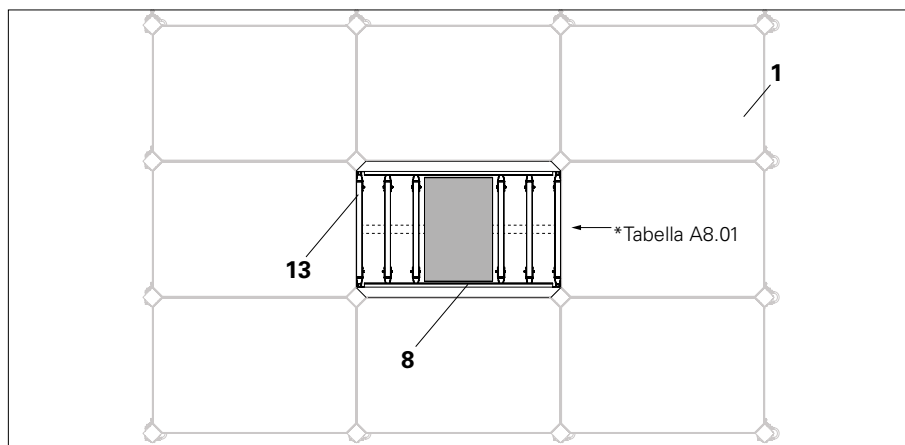
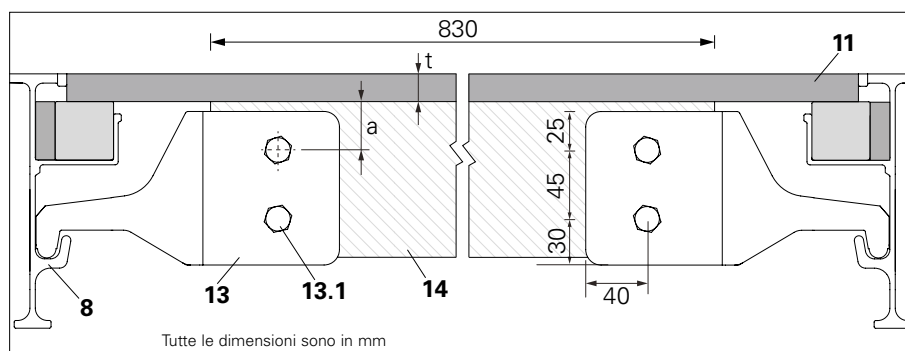
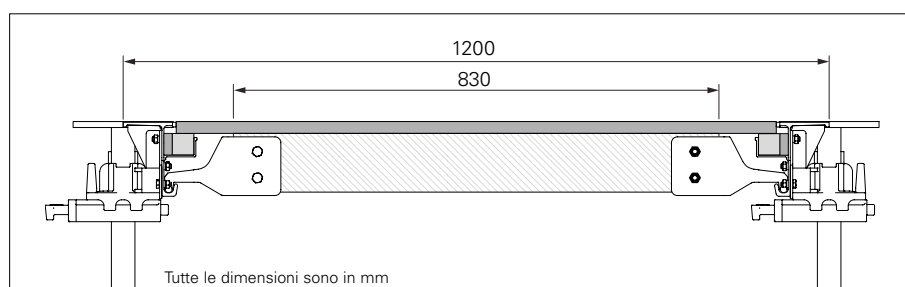

Fig. A8.01
Fig. A8.01a
Fig. A8.01b
1. Realizzare il solaio con il pannello ADP (1) il più vicino possibile al pilastro.
2. Posizionare la trave di compensazione ADF (8) sul perno della piastra mobile della testa a caduta nel senso più lungo. (Fig. A8.01)
3. Tagliare il travetto (14) da 50 x 100 mm nella lunghezza richiesta.
4. Eseguire sul terreno il preassemblaggio della testa della traversa (13) e del travetto (14) di misura 50 x 100 mm. Forare il travetto (14) e fissarlo alla testa della traversa con 2 viti ISO e dadi (M10 x 80) (13.1) (Articolo n. 710593 e 710234) su ciascun lato. (Fig. A8.01a), (Fig. A8.01b) e (Tabella A8.02)